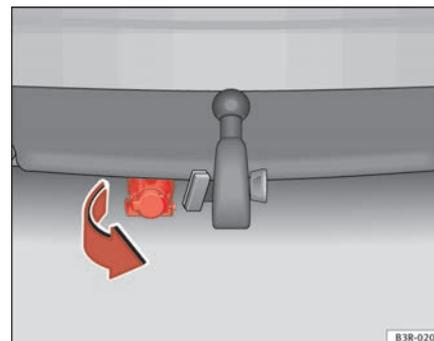

Fig. 163 Pare-chocs arrière : basculez la prise vers le bas. ▶
- Pour raccorder les câbles électriques de la remorque, basculez vers le bas la prise située sous le pare-chocs ⇒ page 209, fig. 163.